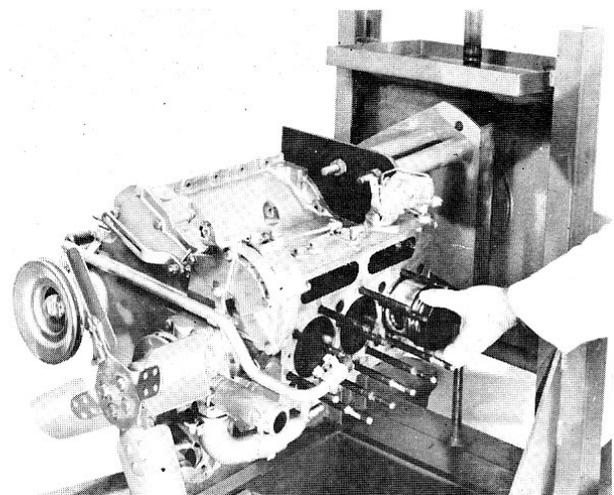

Fig. 31
- d) Dégager l'ensemble bielle-piston pour extraire le demi-coussinet supérieur (fig. 31 - A 3 144).